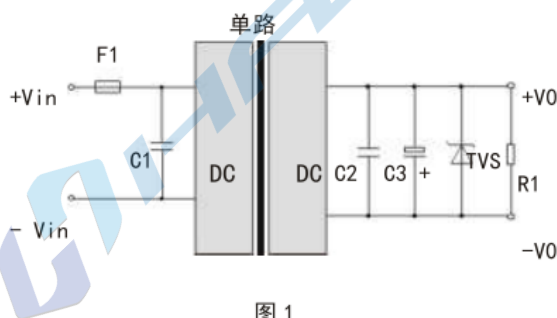

图 1
所有该系列的 DC/DC 转换器在出厂前, 都是按照(图 1)推荐的测试电路进行测试。若要求进一步减少输入输出纹波, 可将输入输出外接电容加大或选用串联等效阻抗值小的电容, 但容值不能大于该产品的Max容性负载。
- 1、产品测试及应用时, 请按照(图 1)推荐的测试电路进行; 至少保障外接一个高分子聚合物电容  $C_{in} (\geq 220\mu F)$ , 用于抑制输入端可能产生的浪涌电压。